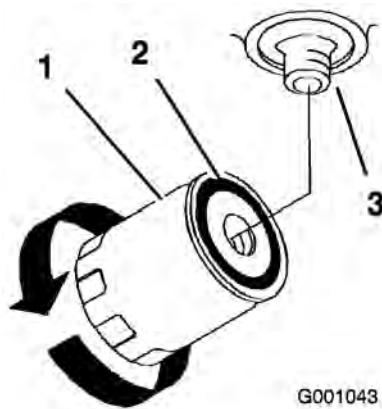

Figura 66
- Retire el filtro usado y límpie con un paño la superficie de la junta del adaptador del filtro (Figura 66).
- Cuando el filtro hidráulico esté lleno, gire el filtro en el sentido de las agujas del reloj hasta que la junta de goma entre en contacto con el adaptador del filtro, luego apriete el filtro 1/2 vuelta más (Figura 66).